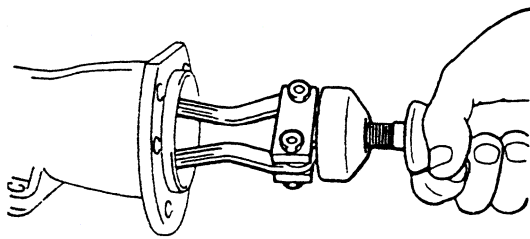

图 4-99 拆卸轴承外座圈
(1) 如图 4-99 所示，用拉拔器（工具 D-131 滑动锤）拆卸轴承座圈。